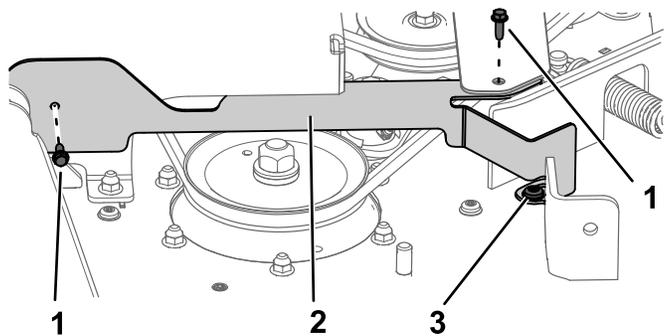

Рисунок 32
2. На правой стороне машины отверните болты с буртиками ($\frac{1}{4} \times \frac{3}{4}$ дюйма) и ослабьте ступенчатый болт (Рисунок 32). Снимите ограждение.